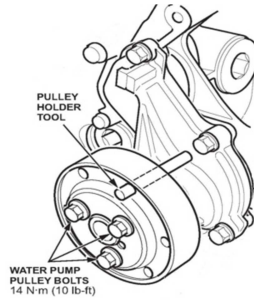

Figure 2
4. Remove the water pump pulley mounting bolts (Figure 2). Remove water pump pulley.
4. Retirer les boulons de montage de la poulie de pompe à eau (figure 2). Retirer la poulie de pompe à eau.